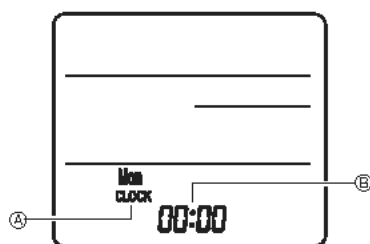

Fig. 7-8
3) Instelling (Klokinstelling) (Fig. 7-8)
① Plaats de batterijen of druk met een dun, puntig voorwerp op de toets **CLOCK**.